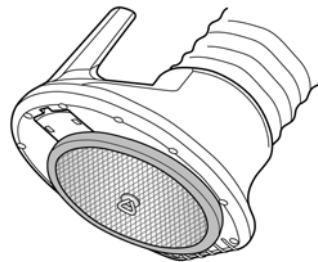

Fig. 5
- 5) 集塵機を起動させ、フィルターが開口部に密着していることを確認してください。(Fig. 5)